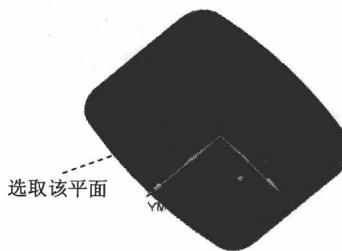

图 1.9 指定底面
(1) 在“平面轮廓铣”对话框中单击 按钮，系统弹出“平面”对话框，在 **类型** 下拉列表中选择 **自动判断** 选项。
(2) 在模型上选取图 1.9 所示的模型平面，在 **偏置** 区域的 **距离** 文本框中输入值 1.0，单击 **确定** 按钮，完成底面的指定。